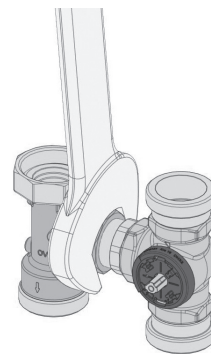

Рис. 15
1. Отвинтить накидную гайку на байпасе с помощью ключа SW52 (рис. 15).